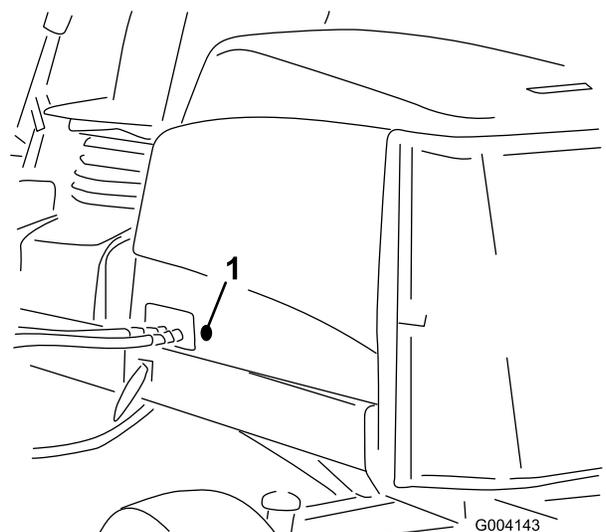

Рисунок 34
- Извлеките резиновую втулку из отверстия с левой стороны капота (Рисунок 34).